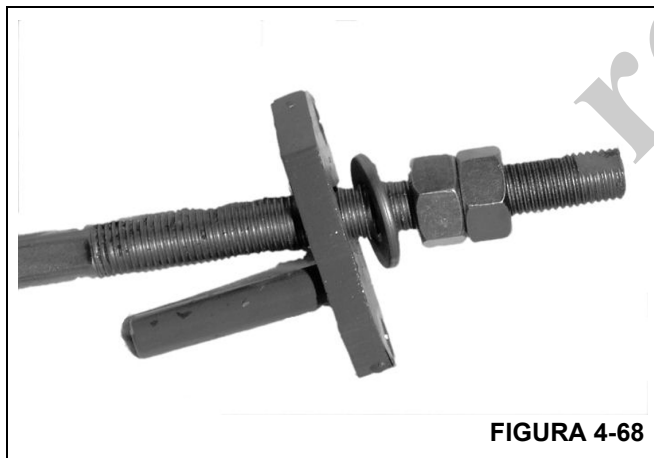

FIGURA 4-68
- 13. Monte os conjuntos soldados de fixação do cabo de retração da seção volante nos cabos de retração. Rosqueie a única porca na extremidade do cabo até que 1 1/2 pol. da rosca fique à mostra; em seguida, instale a contraporca (Figura 4-68).